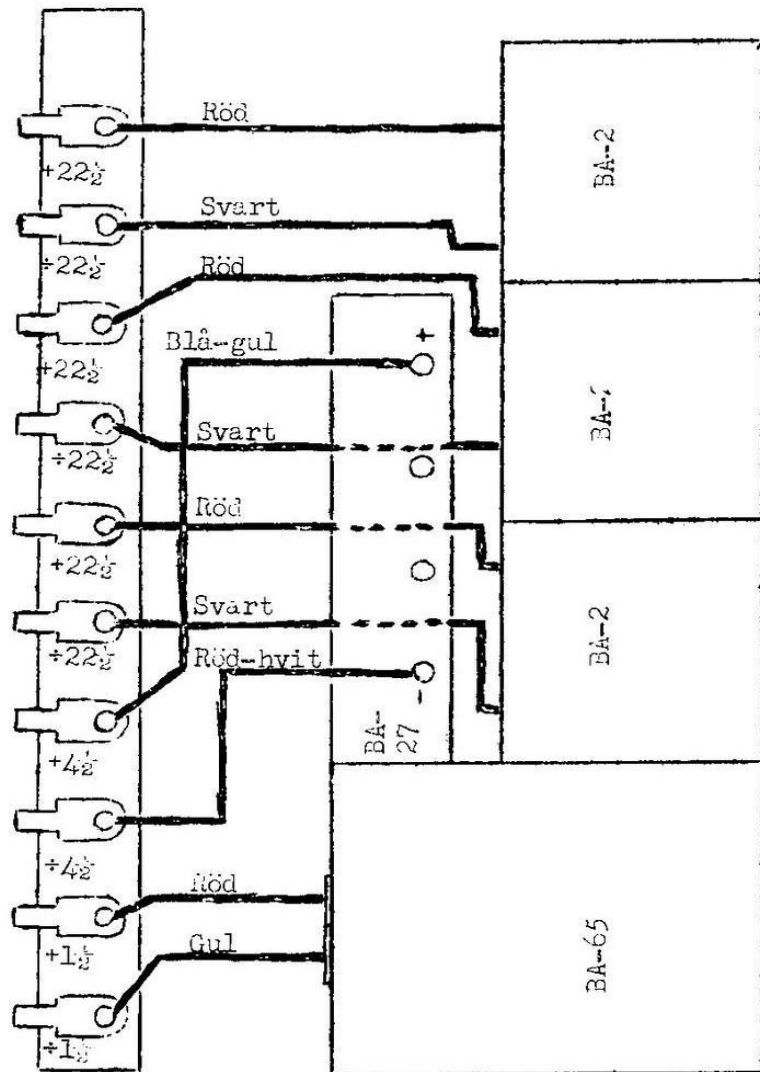

FIG 1.
- e) Installer de tre batteriene BA-2 og batteriet BA-65 som vist i fig 1.